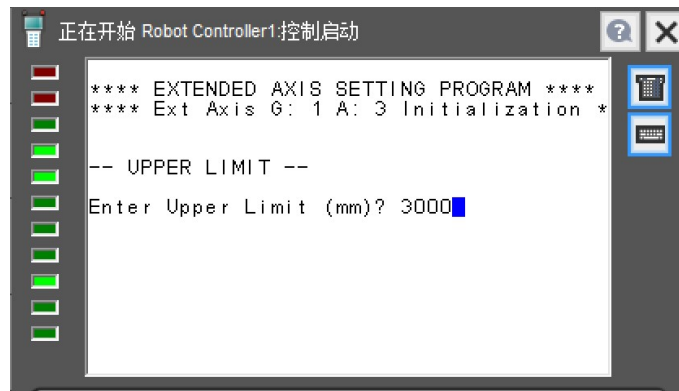

图 4.1.14
- 14) 在图 4.1.14 中选择最大行程，根据导轨实际行程，输入相应值，点击 ENTER 键确认。（若未知，可暂时输入一个较大值，导轨上下行程可在确定好正确减速比后点动导轨至上下极限位确定，再修改导轨的轴运动范围）